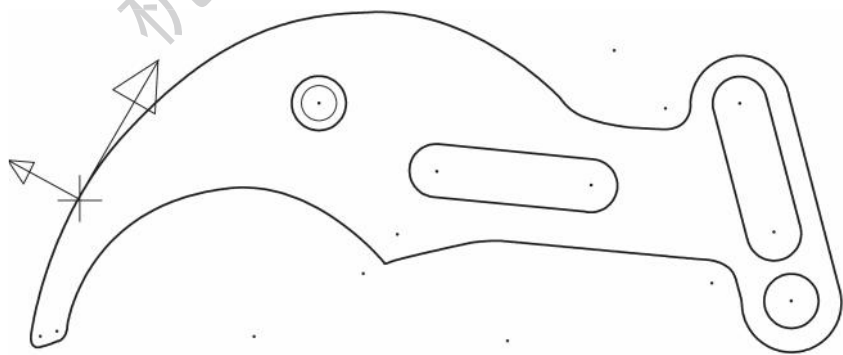

图 7-54 选择加工边界
1) 选择【刀路】/【外形】命令，系统弹出【串连线框】对话框，选择如图 7-54 所示拨片的外形轮廓线，注意箭头方向，此时刀具补偿方向为左补偿，单击【确定】按钮 。